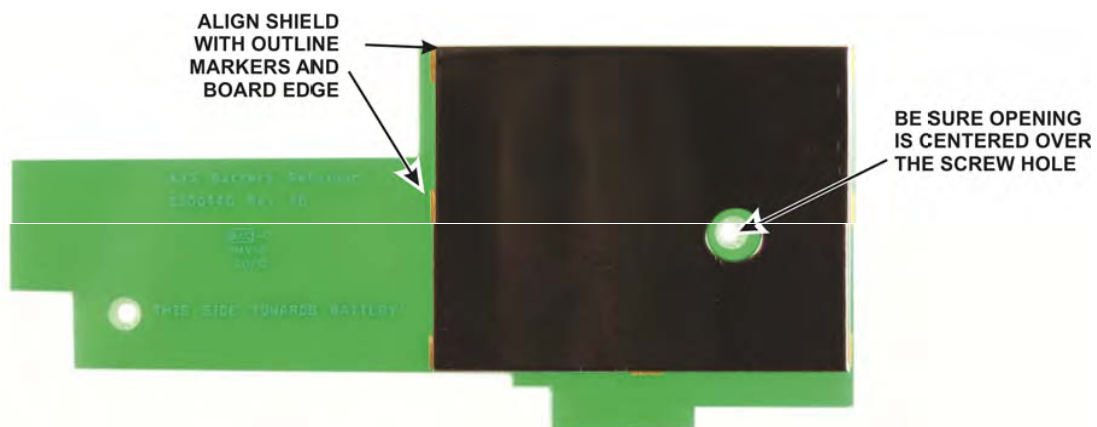

Figure 26. Positioning the Shield on the Battery Retainer.
□ 「ここでシールドを添付してください」とマークされたバッテリー従者にそのエリアを置いてください。大きな金属保護具を離れてカバーする保護後部の皮をむいて、ねじ開始上に穴を備えた図26に示されるような従者のラインおよび端でシールドを注意深く整列させてください。従者に対する楯を圧搾する全表面上の仕事。